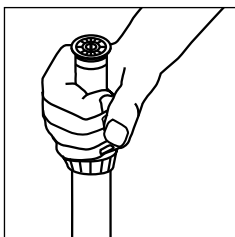

Fig. 1
2. Gire a haste (sem mexer o corpo) (Fig. 1) e alinhe a extremidade direita do bico (colocando-se por trás) com a extremidade direita da área a regar.